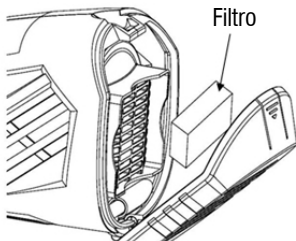

Fig. 10 – Troca do filtro
- O usuário deve, frequentemente, verificar as condições do filtro que se encontra na parte traseira da máquina. A boa condição do filtro influencia diretamente no rendimento do equipamento. Para substituí-lo é simples, basta retirar a proteção e trocar o filtro, conforme mostra a Fig. 10.